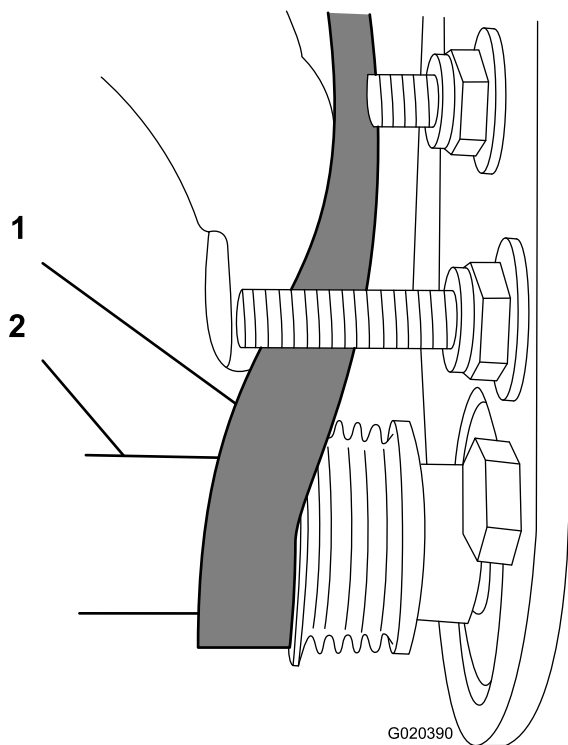

图25
- 使用 9/16 英寸 深套管旋转滚筒刷组件并把皮带引入从动皮带轮 图25。